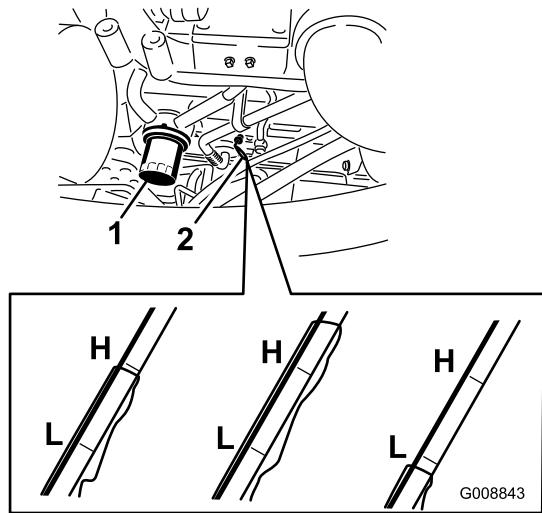

図 59
2. ディップスティックを抜き取り、付いているオイルをウェスで拭き、もう一度一杯に差し込んで抜きとる 図 59。
3. オイルフィルタ図 59を外す。